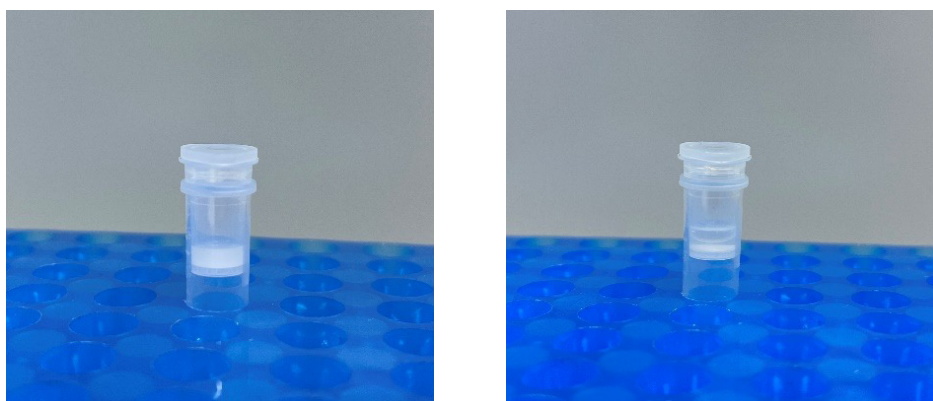

图 1: 转移至滤芯
- f. 将 2 个 0.2 mL PCR样本管中的上层乳浊液转移至同一滤芯上 (下图 1 转移至滤芯);